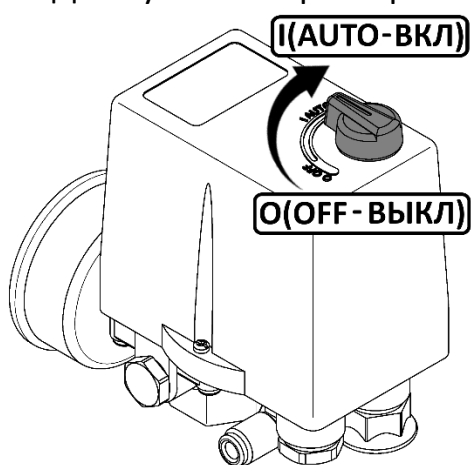

Рисунок 4
- Проверьте, чтобы выключатель на реле давления находился в выключенном положении "O" (рисунок 4).
- Выключить компрессор выключателем **3** на реле давления (рисунки 5-6). Для этого необходимо переключить выключатель в положение "О" (рисунок 4). После этого остановится двигатель и произойдет сброс давления из нагнетательного воздухопровода и поршневого блока.
- Переключите выключатель **3** на реле давления в положение "0" (рисунок 4).